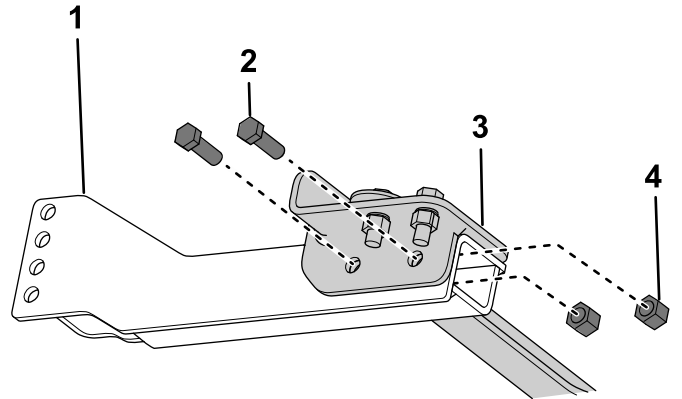

Bild 4
- Befestigen Sie die Haltewinkel mit vier Sechskantschrauben ($\frac{1}{2}$ ", GR8) und vier Nylon-Sicherungsmuttern ($\frac{1}{2}$ " lose an der Aufnahme des Unterfahrerschutzes (Bild 4).